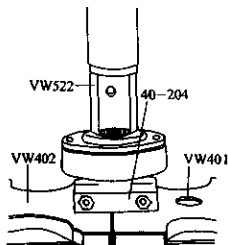

图 3-164 把万向节
3) 把内万向节压入传动轴, 如图 3-164 所示。使碟形座圈贴合, 内星轮内径 (花键齿) 上的倒角必须面向传动轴靠肩。